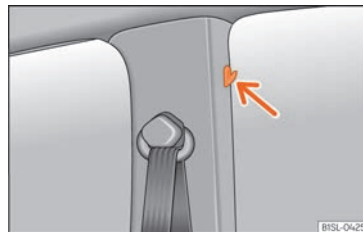

Fig. 102 En els muntants centrals: ganxos per a la roba.
- Ganxos per a la roba en els muntants centrals »» fig. 102 (fletxa).